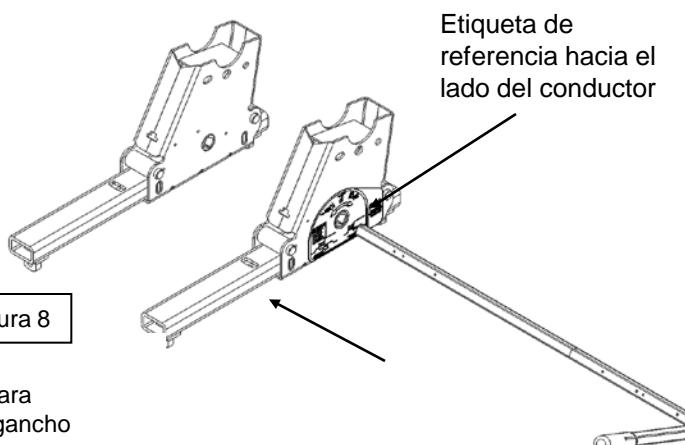

figura 8
3. Antes de instalar el Pro Slider dentro de la base del vehículo, instale el eje de la manija en el codo (ver figura 1 en la página 1). Inserte el ensamblaje de manija a través del ensamblaje deslizador izquierdo (lado del pasajero del vehículo de remolque) y luego a través del ensamblaje deslizador derecho (ver figura 8).